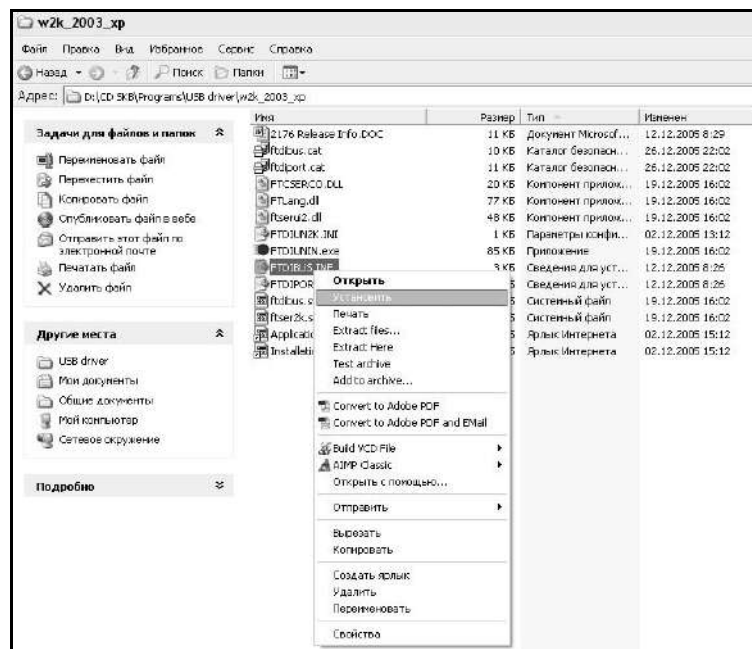

Рисунок 2.3 - Окно ручной установки драйвера
- нажать правой клавишей мыши на файле FTDIBUS.INF в выпадающем меню выбрать пункт «Установить» (рисунок 2.3);